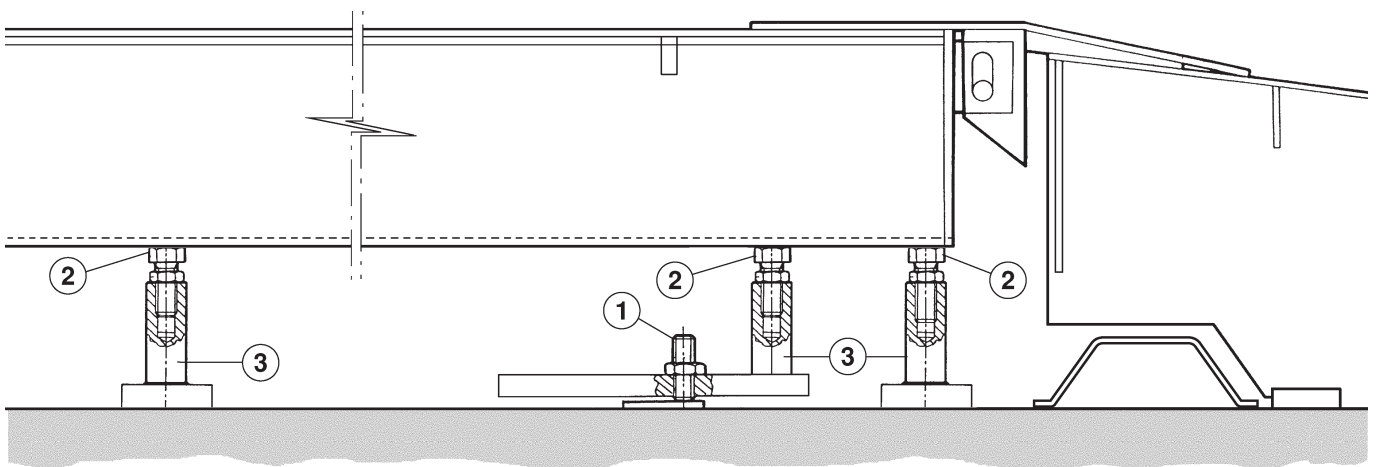

Fig.23
Procedere come sopra tenendo presente che, livellando il ponte con le viti (2), l'arresto veicolo appoggi sulla rampa e sulla pedana come da fig. 23.
Proceed as above, checking when levelling the lift with screws (2) that the vehicle blocks rest on the ramp and on the footboard as in fig. 23.
Wie oben beschrieben vorgehen und folgendes beachten: Wird die Hebebühne mit den Schrauben (2) nivelliert, muss die Fahrzeugfeststellvorrichtung gemäss Abb. 23 auf die Rampe und auf die Fahrschiene aufstützen.
Procéder comme indiqué plus haut mais attention: en réglant le niveau du pont avec les vis (2), l'arrêt du véhicule appuie sur la rampe et sur le chemin de roulement comme indiqué à la fig. 23.
Proceder como hemos descrito arriba pero teniendo presente que, nivelando el puente con los tornillos (2), el tope que hace que se pare el vehículo apoye sobre la rampa y sobre la plataforma, como indica la fig. 23.